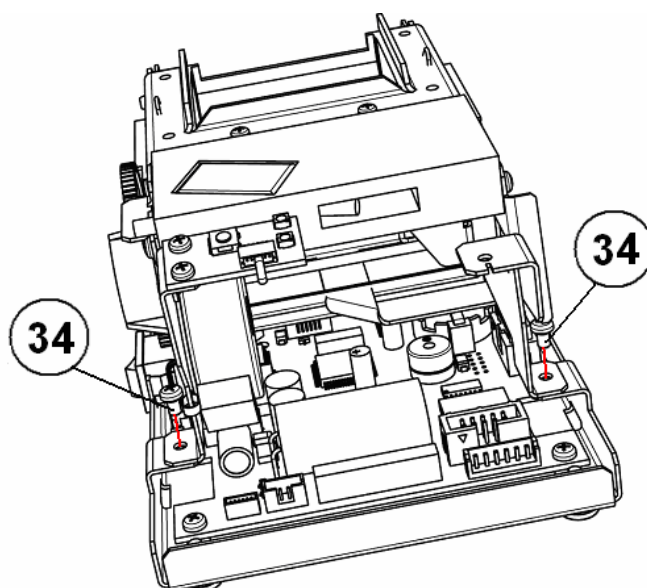

Рисунок 7. – Винты крепления печатающего механизма к шасси.
Отсоединение печатающего механизма (см. рис. 7, 8):
- ◆ Открутите 2 винта (см. рис. 7, поз.34), эти винты крепят печатающий механизм к шасси.